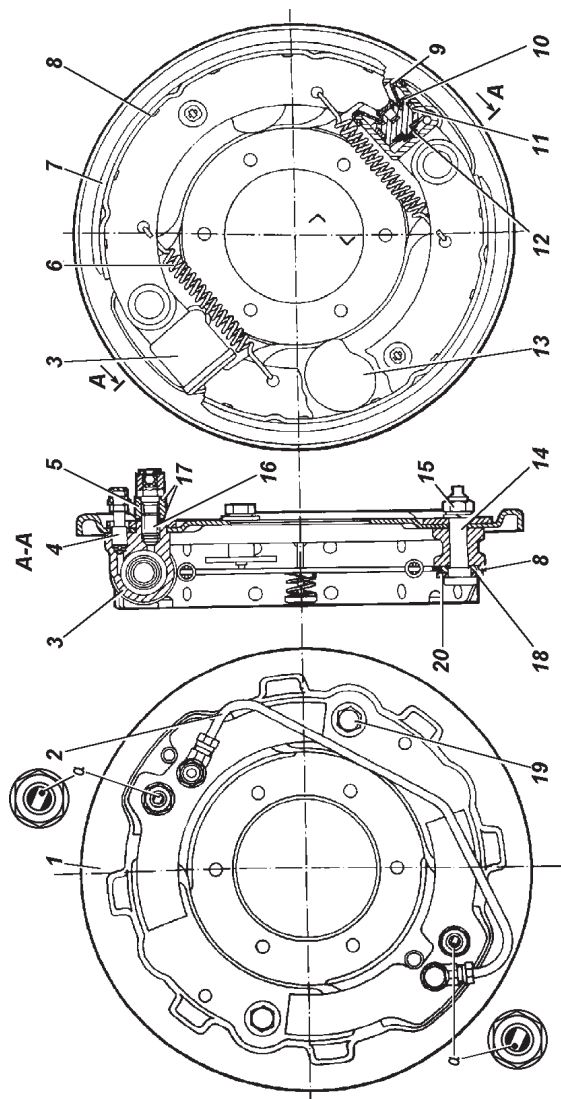
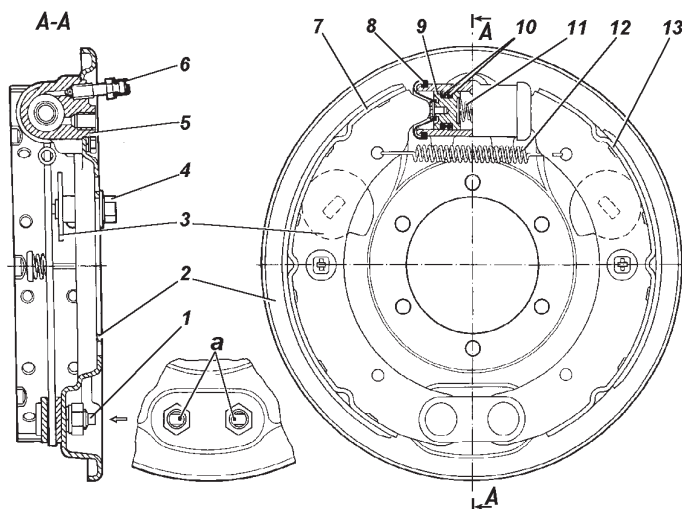

Рис. 9.29. Тормоз переднего колеса:
Рис. 9.30. Тормоз заднего колеса:
Барabanные тормозные механизмы передних (рис. 9.29) и задних (рис.9.30) колес. Периодически снимайте тормозные барабаны и очищайте детали тормозов от пыли и грязи. Периодичность этой операции зависит от условий эксплуатации автомобиля. В летнее время и при езде по грязным дорогам чистка должна проводиться чаще, зимой - реже.
2. Вращайте колесо постепенно и поворачивайте болт 19 (см. рис. 9.29) или 4 (см. рис. 9.30) регулировочного эксцентрика до тех пор, пока колесо не затормозится.
2. Ослабьте гайки опорных пальцев и установите опорные пальцы в начальное положение (метки на торцах опорных пальцев должны быть расположены, как указано на рис. 9.29, 9.30).